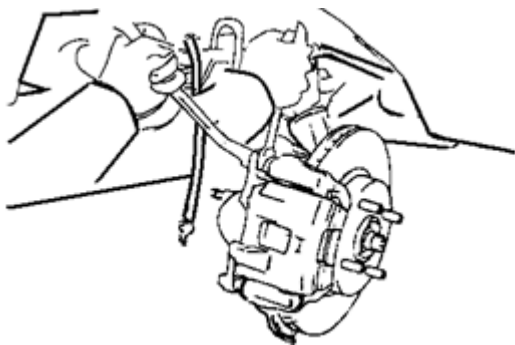

图 3—24
(1) 从后盘式制动分泵上拆下空心螺栓和垫圈，然后脱开软管，如图3—23所示。
(2) 固定住后盘式制动分泵导向销后，拆下1个螺栓，如图3—24所示。